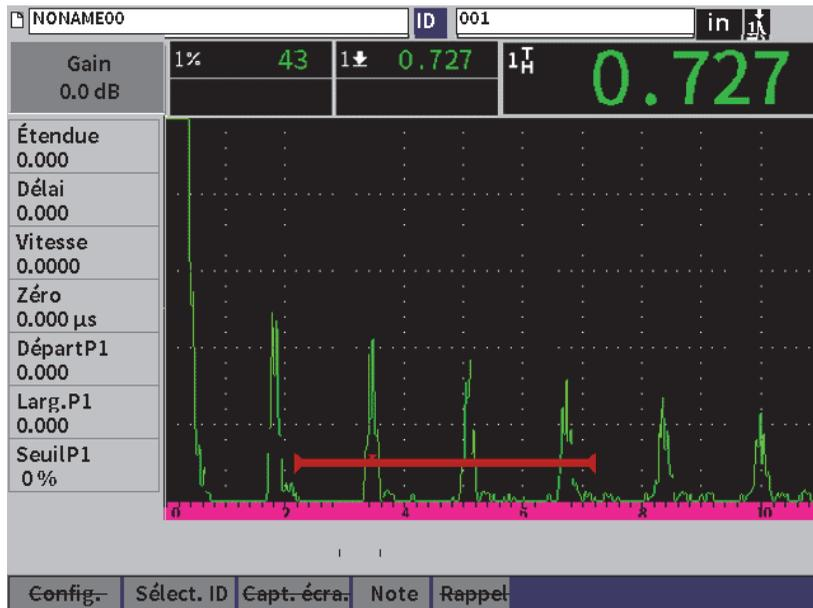

Figure 9-6 Fichier A-scan enregistré
Une fois les données enregistrées dans un fichier, les données de réglage et du A-scan sauvegardés s'affichent sur l'écran. Le A-scan et les paramètres de réglage de base s'affichent sur un écran (voir Figure 9-6 à la page 133), et toute l'information de configuration sur un autre écran (voir Figure 9-7 à la page 134).
3. Appuyez sur la touche d'entrée pour afficher le A-scan et les données de réglage enregistrés (voir Figure 9-6 à la page 133).